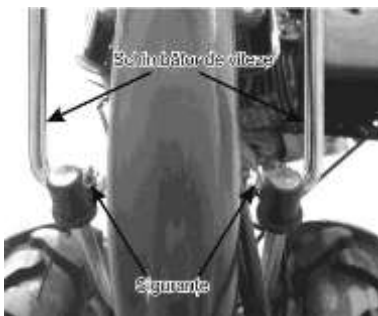

Fig. 20
- Trageți siguranța și schimbătorul de viteze. Vezi Fig.20.